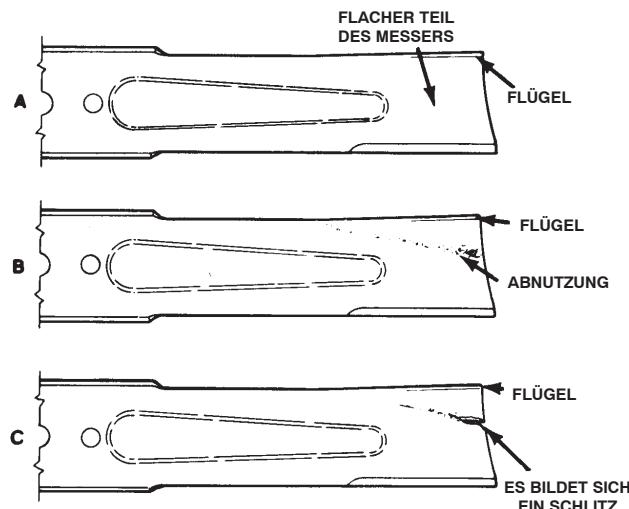

Bild 27
2. Prüfen Sie die Schnittkanten des Messers sorgfältig, insbesondere dort, wo die geraden Flächen die gebogenen berühren (Bild 27-A). Da Sand und anderes reibendes Material das Metall abschleifen kann, das die flachen mit den gebogenen Teilen verbindet, müssen Sie das Messer vor jedem Einsatz der Maschine prüfen. Tauschen Sie, wenn Sie einen Schlitz oder eine Abnutzung (Bild 27-B) feststellen, das Messer aus; siehe Entfernen des Schnittmessers auf Seite 24.
Wenn sich das Messer abwetzen kann, bildet sich ein Schlitz zwischen dem Windflügel und dem flachen Teil des Messers (Bild 27-C). Zuletzt kann sich ein Stück des Messers lösen und aus dem Gehäuse herausgeschleudert werden. Das kann zu schweren Verletzungen bei Ihnen selbst und Unbeteiligten führen.